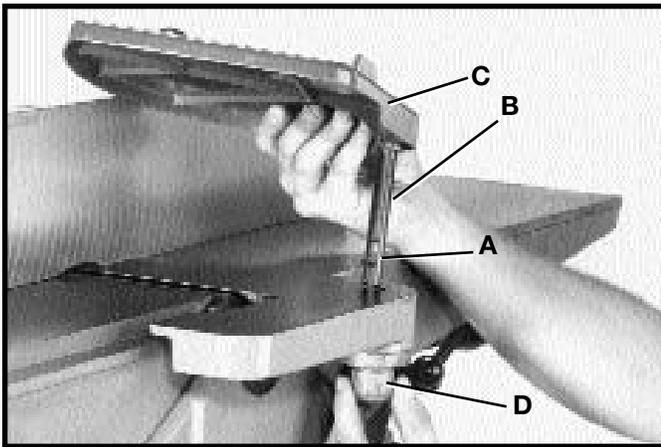

Fig. 23
1. Quite el tornillo de fijación (A) Fig. 23 del poste (B) del protector del cabezal de corte (C).
2. Monte el protector del cabezal de corte (C) Fig. 23 a la machimbradora mediante la inserción del poste (B) a través del agujero en la mesa de alimentación. **AVISO:** Se suministra un resorte en el montaje de la perilla (D) que devuelve el protector (C) a su posición encima del cabezal después de que se ha realizado un corte. Gire la perilla (D) para proporcionar tensión al resorte antes de insertar el poste (B). Asegúrese que el resorte quede engranado en la ranura del poste. Si la tensión del resorte es excesiva o insuficiente, ajuste el resorte como corresponda, quitando el protector y la perilla de rotación (D).